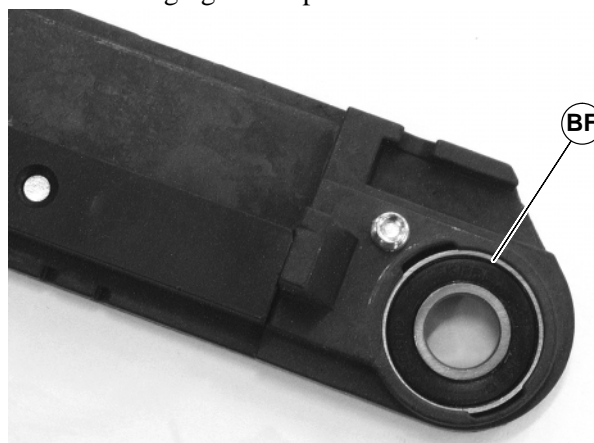

Abbildung 38
- Lager (BF siehe Abbildung 38) in den Schlitz der vorderen Deckplatte einsetzen und drehen, damit es in das Lagergehäuse passt.